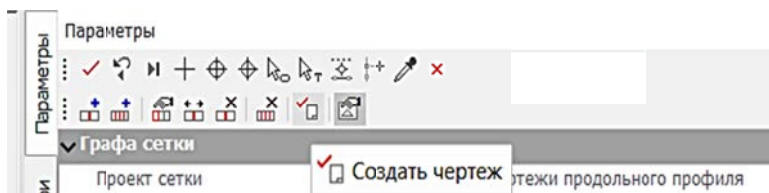

Рис. 6.25. Команда СОЗДАТЬ ЧЕРТЕЖ
2. После того, как все настройки выполнены, необходимо **Создать чертеж** (рис. 6.25).